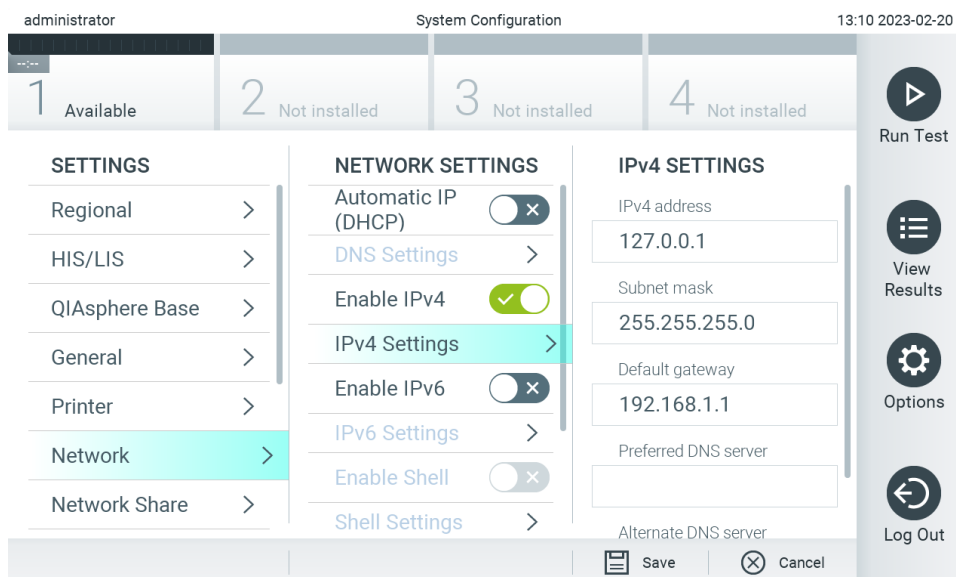

Abbildung 67. Konfiguration der Netzwerkeinstellungen.
2. Wählen Sie aus der Liste **Settings** (Einstellungen) in der linken Spalte **Network** (Netzwerk) aus (Abbildung 67).